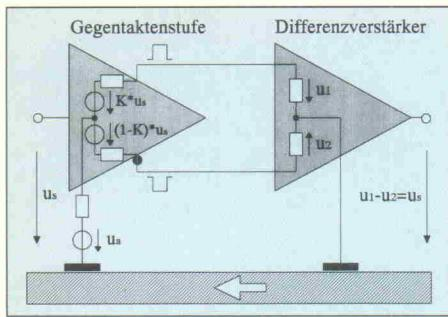

Bild 17. Signalübertragungsstrecke mit Gegenaktansteuerung, Gleichtakt-Störspannung und Differenzverstärker.
Das in Bild 17 dargestellte Ersatzschaltbild einer Signalübertragungsstrecke mit Gegenaktansteuerung, Gleichtakt-Störspannung und Differenzverstärker soll das Geheimnis der CMRR lüften. In dieser Meßschaltung ergeben sich die Eingangsspannungen u_1 und u_2 des Differenzverstärkers zu
– die Eingangswiderstände des Differenzverstärkers in Bild 17 sorgen quasi für eine Unterbrechung der Erdschleife – wird bei der vollständigen galvanischen Trennung die Schleife physikalisch unterbrochen. Speziell bei längeren Übertragungsleitungen bietet diese Methode eine wesentlich höhere Störsicherheit, allerdings mit einem erheblichen technischen Mehraufwand.